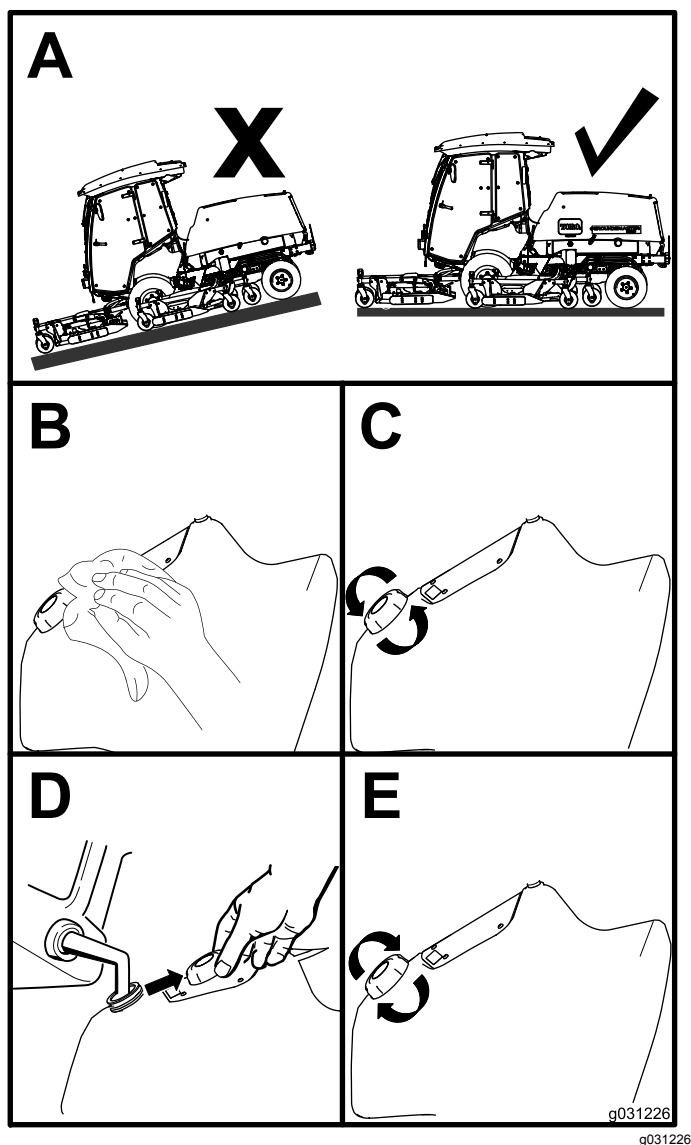

Рисунок 14
1. Поставьте машину на ровной поверхности (Рисунок 14).